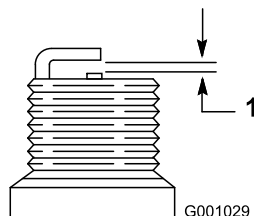

Figura 25
4. Setezi spațiul dintre electrozi pe o nouă bujie la 0,76 mm conform (Figura 25).